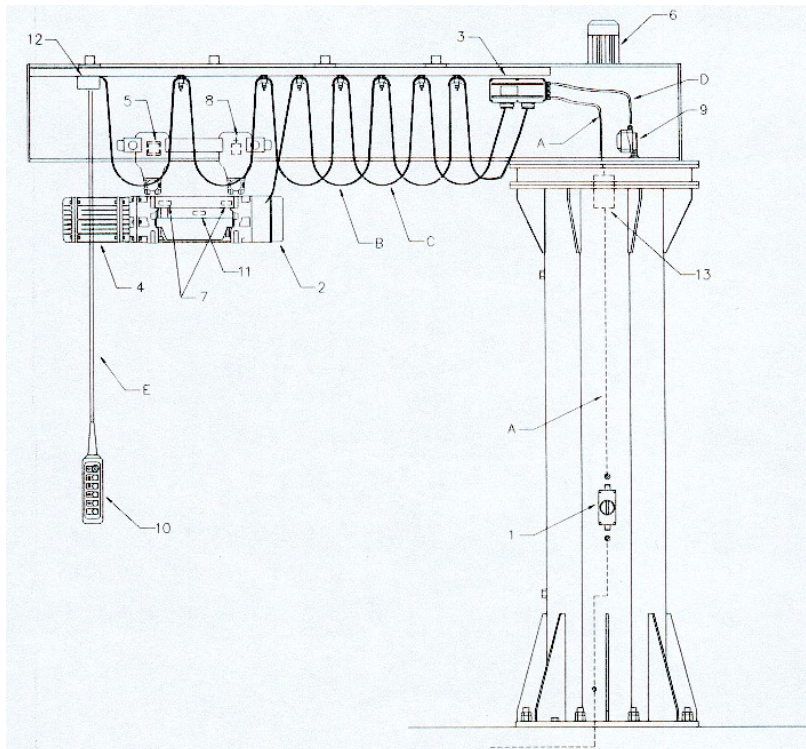

fig.41
- El esquema siguiente (fig.41) indica el criterio con el que se identifican los consumidores eléctricos y los recorridos de los cables/conductores. Todos los consumidores y los cables están indicados y numerados en los componentes correspondientes.
- El esquema siguiente (fig.41 bis) indica el criterio con el que se identifican los consumidores eléctricos y los recorridos de los cables/conductores. Todos los consumidores y los cables están indicados y numerados en los componentes correspondientes.
fig.41 bis